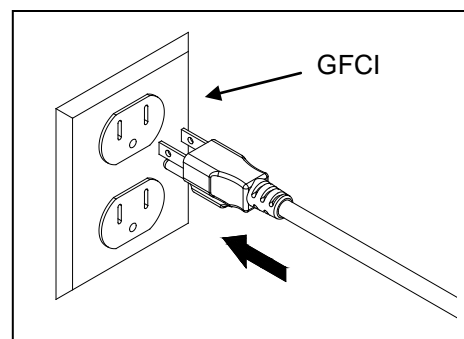

Fig. 17
5. Conecte el enchufe del clarificador UV en una fuente de alimentación adecuada. Fig. 17